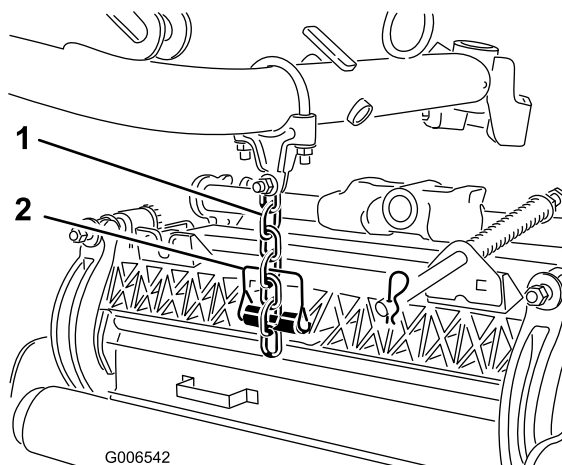

Figura 14
8. Sujete la cadena del brazo de elevación al soporte de la cadena (Figura 14) con el pasador de seguridad, según se indica a continuación: